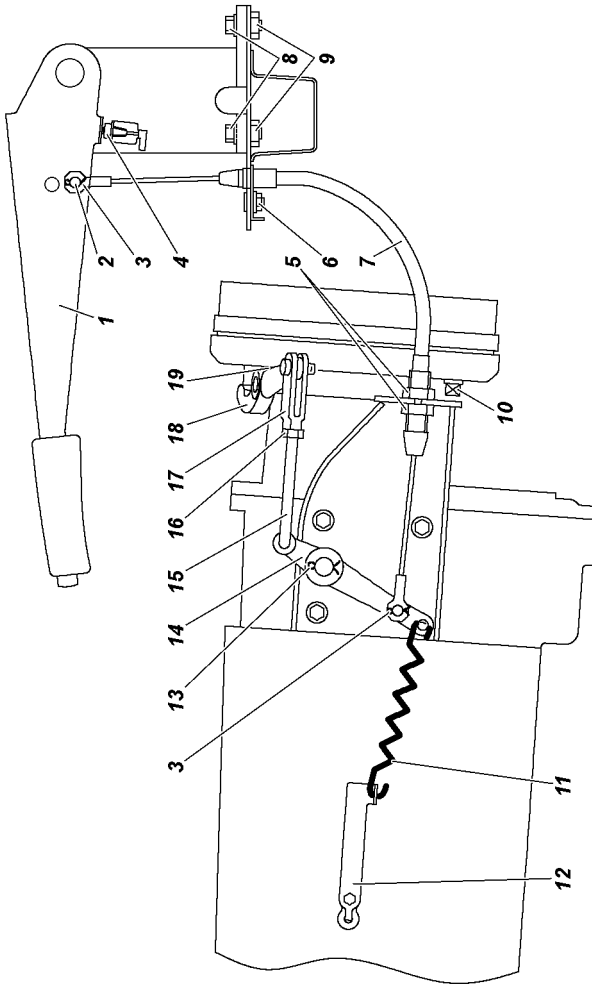

Рис. 9.28. Привод стояночного тормоза трансмиссионный:
Трансмиссионный стояночный тормоз, действующий на трансмиссию (рис. 9.28).
2. Переместите рычаг стояночного тормоза 1 (рис. 9.28) в крайнее нижнее положение.